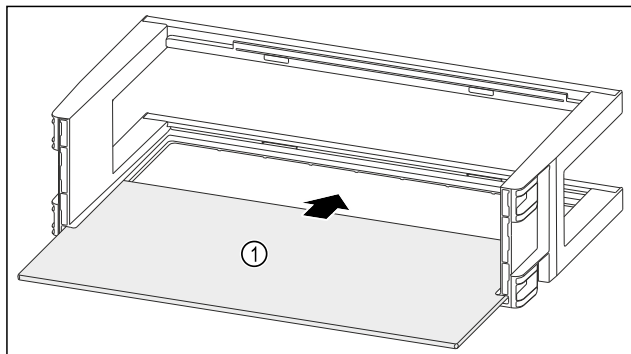

Fig. 118
- ▶ Zasuňte odkladaciu plochu Fig. 118 (1) do bočných vybrání.